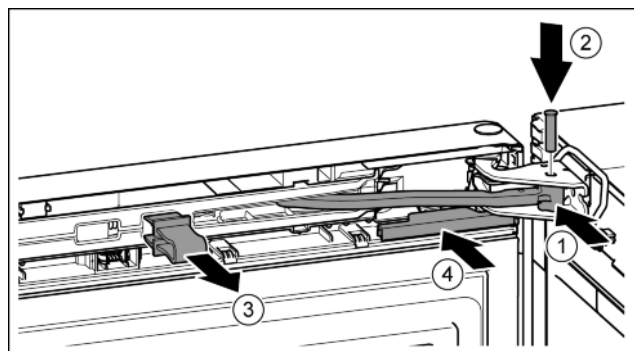

Fig. 45
- ▶ Otočte kloub ve stojanu ložiska. Fig. 45 (1)
- ▶ Vložte čep do stojanu ložiska a kloubu. Přitom dávejte pozor, aby byla zajišťovací vačka správně usazena v drážce. Fig. 45 (2)
- ▶ Pojistku vytáhněte. Fig. 45 (3)
- ▶ Kryt nasuňte. Fig. 45 (4)